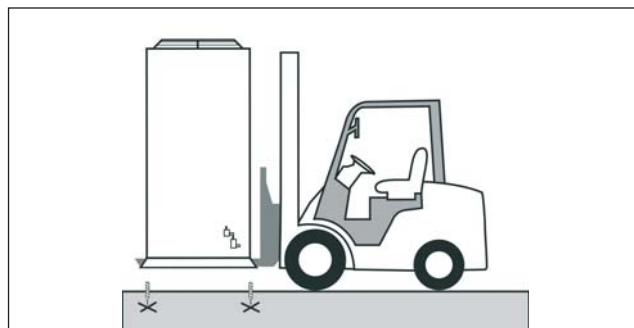

Рис. 9.9
3. Установите агрегат (Рис. 9.9).